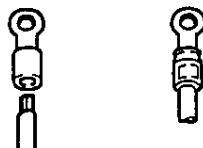

図3.5 圧着端子
- ・電源配線および保護接地配線には、絶縁スリーブ圧着端子(4mmねじ用)を使用してください(図3.5参照)。